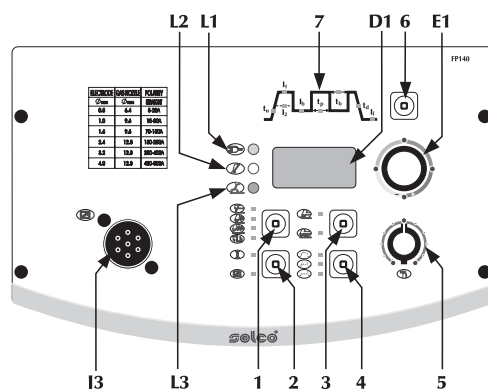

Fig.2
2.1.2 Bedieningspaneel voorkant FP140 (Fig. 2)